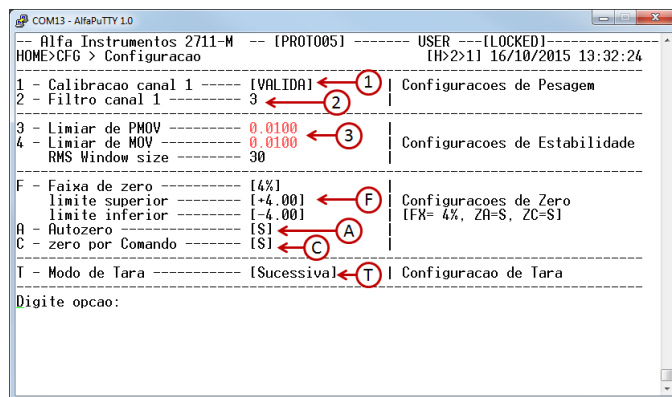
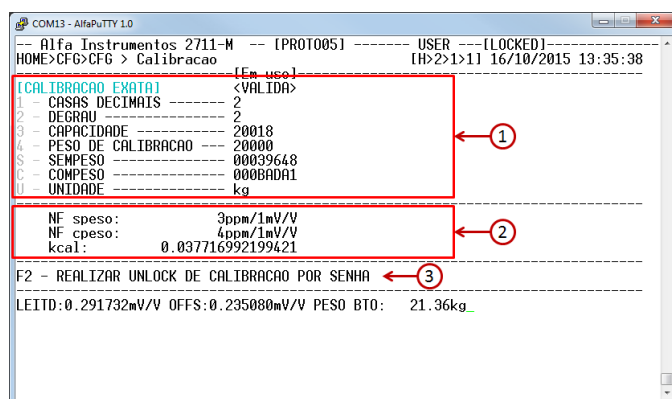
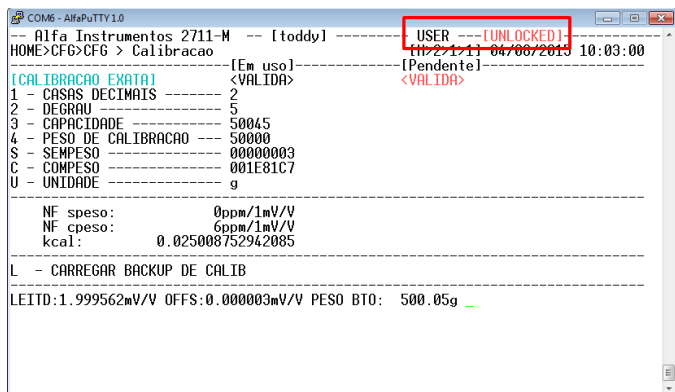
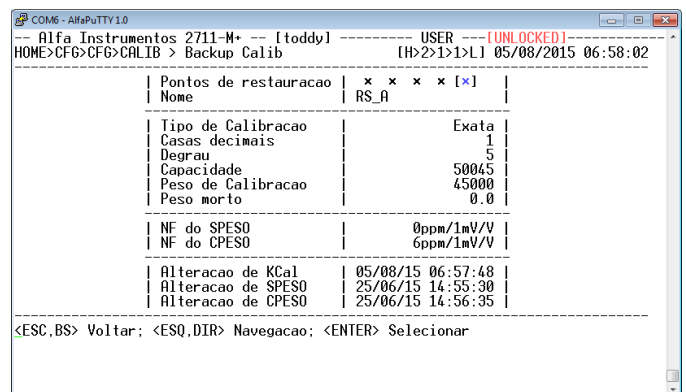

Figura 186 – Configuração – Canal 1
Figura 187 – Configuração do Canal 1 – Calibração
Figura 188 – Configuração – Destaque para as informações de LOGIN estado da chave de calibração.
Figura 190 – Tela de visualização e restauração de backup de calibração
A calibração do Transmissor de Pesagem Automática 2711 é realizada através da opção 1 presente na tela de configuração do Canal 1 (**Figura 186**). Esta opção levará o operador à tela vista na **Figura 187**.
- 2 – DEGRAU ⇒ Passo da medida de pesagem (1, 2, 5, 10, 20, 50). Os parâmetros DEGRAU e CASAS DECIMAIS definem a resolução da informação de peso que será transmitida/mostrada. Para o exemplo da Figura 187 a resolução
- 3 – CAPACIDADE ⇒ o parâmetro CAPACIDADE, CASAS DECIMAIS e UNIDADE definem a capacidade máxima do sistema de pesagem. Para o exemplo da **Figura 188** a capacidade máxima é 500,45g;
Informações sobre o status da calibração em vigor no Transmissor de Pesagem Automática 2711 podem ser encontradas na caixa **2** da **Figura 187**. Nela teremos acesso a informações como a figura de ruído das capturas de SEM PESO e COM PESO, inclinação da reta de calibração (kcal), data e hora da captura de SEM PESO e COM PESO, além da data e hora em que foi confirmada a calibração a partir da chave física ou lógica de calibração.
Para realizar qualquer alteração de parâmetros nesta tela é necessário que, além de estar logado em nível USER, a chave de calibração (lógica ou física) esteja na posição UNLOCK, o que pode ser visto na parte superior direita da tela, conforme destacado na **Figura 188**.
A **Figura 188** mostra o exemplo de uma tela de calibração com os parâmetros "CASAS DECIMAIS" e "PESO DE CALIBRAÇÃO" alterados. Observe que o parâmetro "PESO DE CALIBRAÇÃO", neste caso, foi responsável por alterar o parâmetro kcal, coeficiente angular da reta de calibração. Para mais detalhes sobre o parâmetro consulte o item **Definição de Calibração**.
O Transmissor de Pesagem Automática 2711 gera automaticamente backups de calibração caso seja alterado algum parâmetro metrológico item **1** da **Figura 187**. Para restaurar uma calibração realizada anteriormente, certifique-se de que o Transmissor de Pesagem Automática 2711 está com o nível de usuário USER e o status da chave de calibração em UNLOCKED, conforme mostra a **Figura 188**. Ainda na tela de Calibração, entre com a opção "L – CARREGAR BACKUP DE CALIB" e aparecerá uma tela como na **Figura 190**. As teclas para direita e para esquerda do teclado alteram as informações relativas as calibrações realizadas anteriormente. Selecione o backup de calibração que deseja restaurar e tecla <ENTER>; o Transmissor de Pesagem Automática 2711 pedirá uma confirmação para o carregamento do backup de calibração selecionado. Caso esteja correto, confirme digitando **S** seguido de <ENTER>; caso não esteja correto, cancele digitando **N** seguido de <ENTER>.